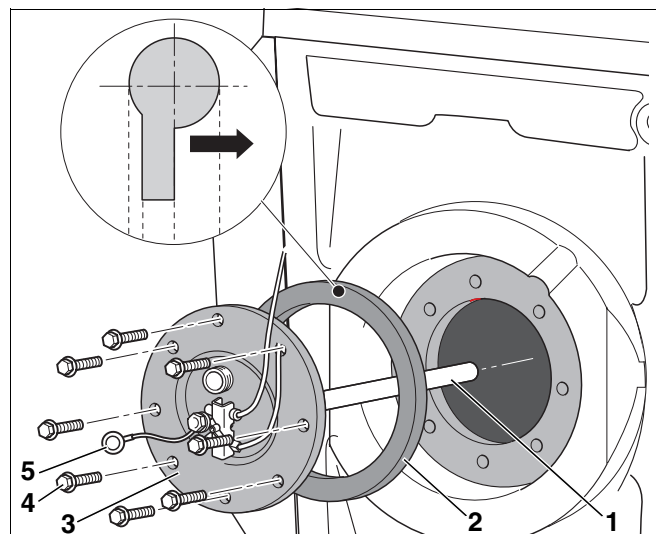

Рис. 18 Установка магниевого анода
- Установить магниевый анод (рис. 18, **поз. 1**) с крышкой люка.
- Мы рекомендуем после чистки установить новое уплотнение крышки люка (рис. 18, **поз. 2**), чтобы избежать появления неплотностей в баке.
- Рукой закрутить болты (рис. 18, **поз. 4**) на крышке люка.
- Установить ушко заземляющего провода (рис. 18, **поз. 5**), затянуть болт с зубчатой шайбой.
- При креплении ушка заземляющего провода (рис. 18, **поз. 5**) болтом на крышке люка необходимо обеспечить хорошую проводимость тока, чтобы не нарушить функцию магниевого анода.
- Затем затянуть болты (рис. 18, **поз. 4**) гаечным ключом на три четверти оборота (что соответствует рекомендуемому моменту затяжки 40 Нм).